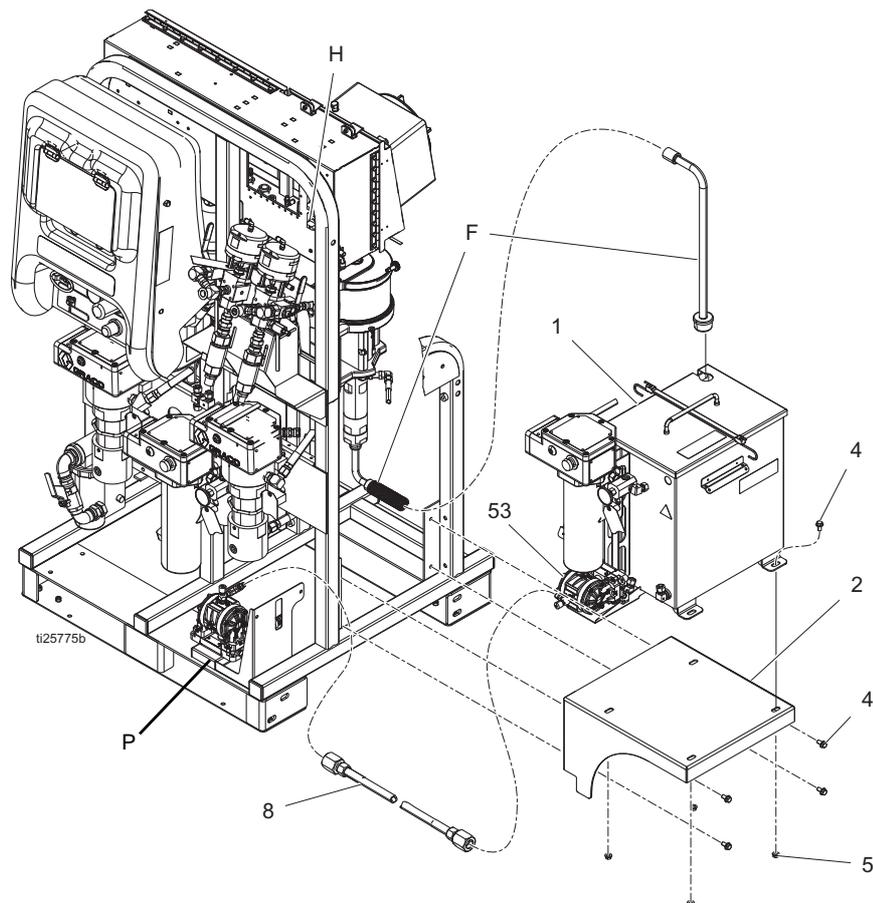

FIG. 3 : Emplacement optionnel 1
Voir FIG. 1, page 5, et FIG. 3.
- a. Enlever le capuchon (11).
4. Raccorder le tuyau d'air (8) à la pompe de circulation (53) et la pompe à membrane (P) sur le système PFP Voir FIG. 3 à la page 6 ou FIG. 4 à la page 7.